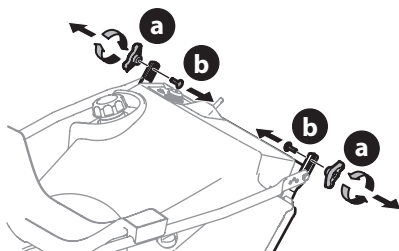
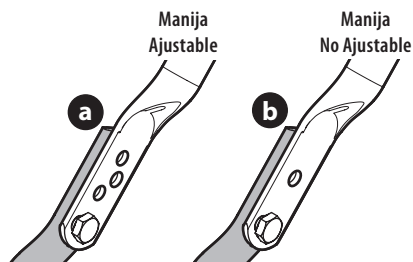

Figura 1
Figura 3
1. Montaje de la ManijaExtraiga la perilla de aletas (a) y el perno del carro (b) de la parte de arriba de la manija inferior (Figura 1). No es necesario extraer el tornillo con reborde y la tuerca de seguridad con reborde que están debajo de la perilla de aletas y el perno del carro a menos que la manija esté suelta dentro de la caja.
3. En los modelos con manija ajustable (a) (Figura 3), continúe con el Paso 4. En los modelos sin manija ajustable (b) (Figura 3), ajuste los elementos quitados en el Paso 1 (Figura 1). Continúe con Estilos de Control de Canal on page 23.